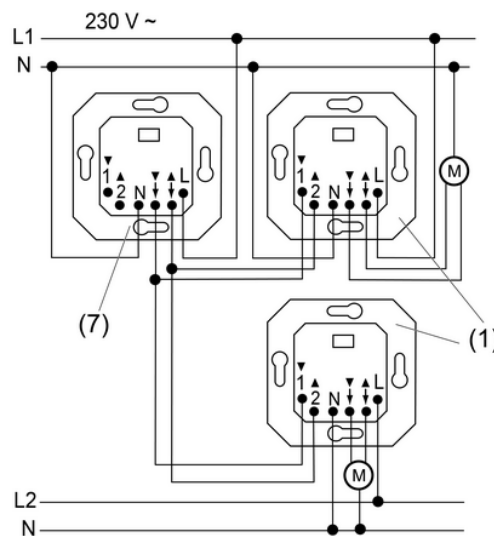

Figure 3: Exemple de raccordement de commande de groupe
Le commande du store peut être intégré dans une commande de groupe (figure 3), soit pour la commande sur site (1) ou en tant qu'appareillage centralisé (7).
- Raccorder les mécanismes de store conformément à l'exemple de raccordement (figure 3). Lors de cette opération, les mécanismes peuvent être également être raccordés à différents conducteurs extérieurs.